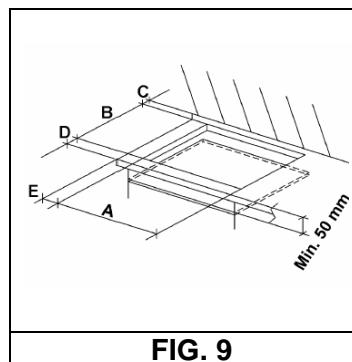

FIG. 9
- Dar la vuelta a la placa y colocar correctamente la guarnición "E" (fig. 9) debajo del borde de la placa de manera que el lado externo de la guarnición coincida perfectamente con el borde perimétrico externo de la placa. Los extremos de las tiras deben coincidir sin sobreponerse.